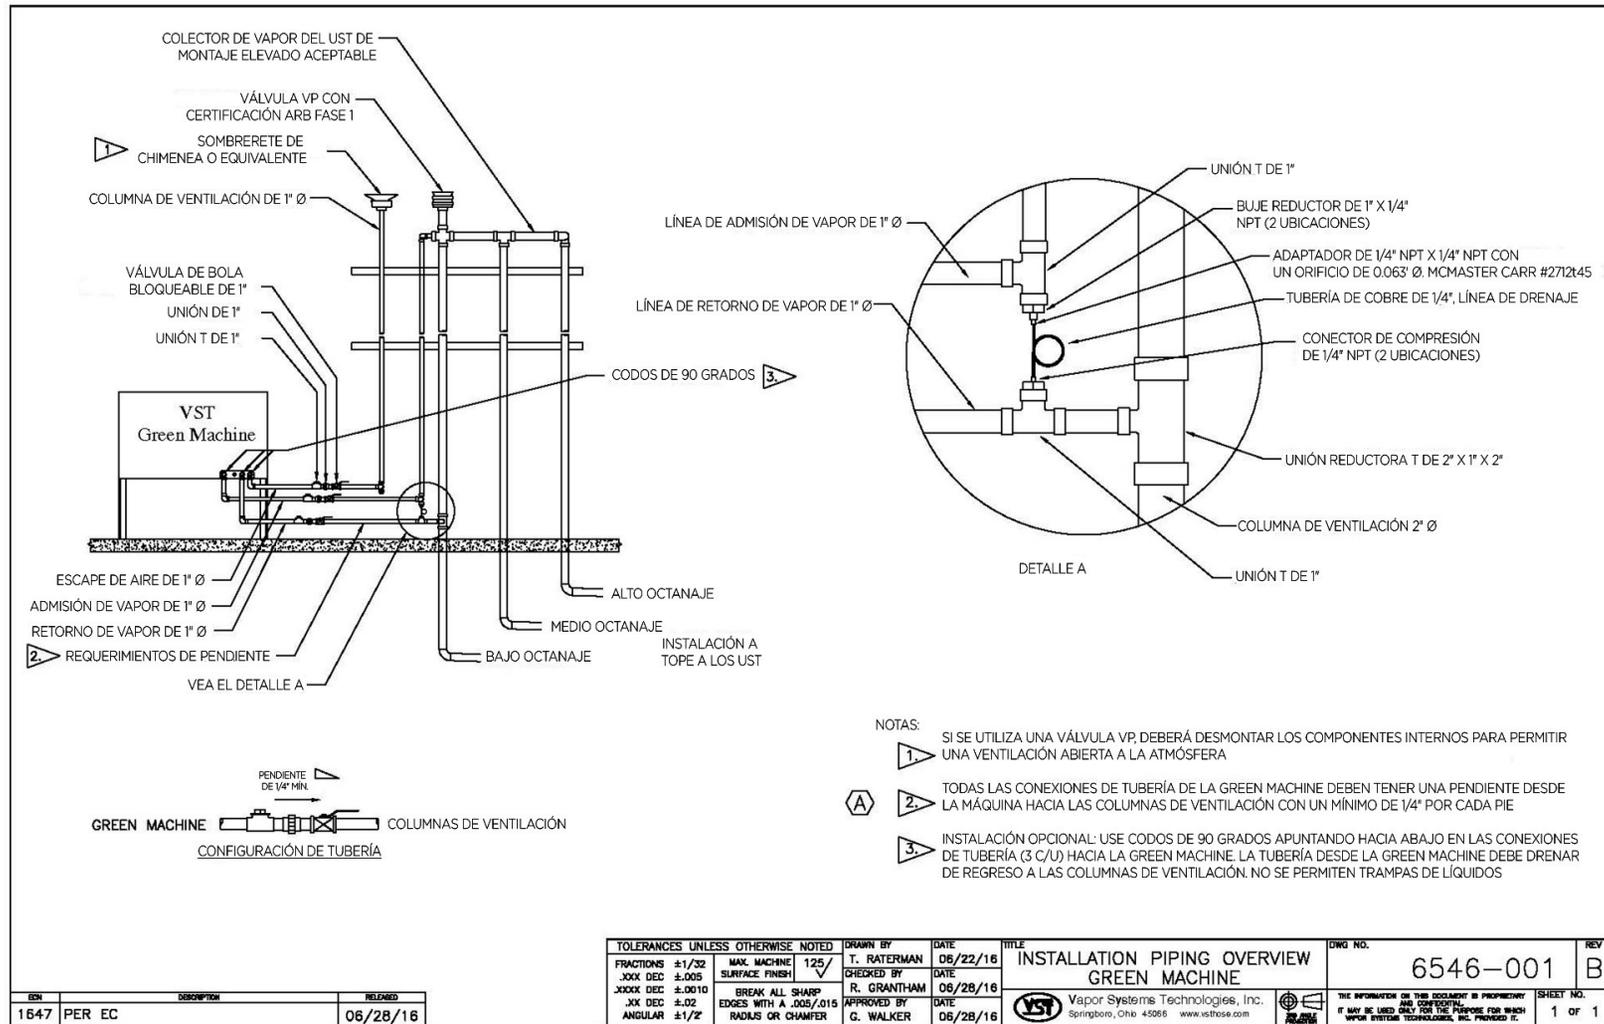

Figura 2-1: Descripción de las tuberías de vapor
- La línea de drenaje de ¼" de diámetro con el adaptador provisto debe instalarse según la **Figura 2-1**.
- Instale una tubería de entrada de vapor de 1" y una tubería de retorno de vapor de 1" como se muestra en la **Figura 2-1** desde las conexiones de entrada de vapor y retorno de vapor en la GREEN MACHINE a una columna de ventilación existente.
**Vea la figura 2-1.**
- La tubería de 1" debe inclinarse hacia afuera de la GREEN MACHINE un mínimo de ¼" por pie. **Vea la Figura 2-1.**
- Desde la columna de ventilación, instale la válvula de bola de bloqueo de 1", luego la unión de 1" y luego la conexión en T de 1" como se muestra en la **Figura 2-1.**
- La línea de drenaje de ¼" de diámetro con el adaptador provisto debe instalarse según la **Figura 2-1.**